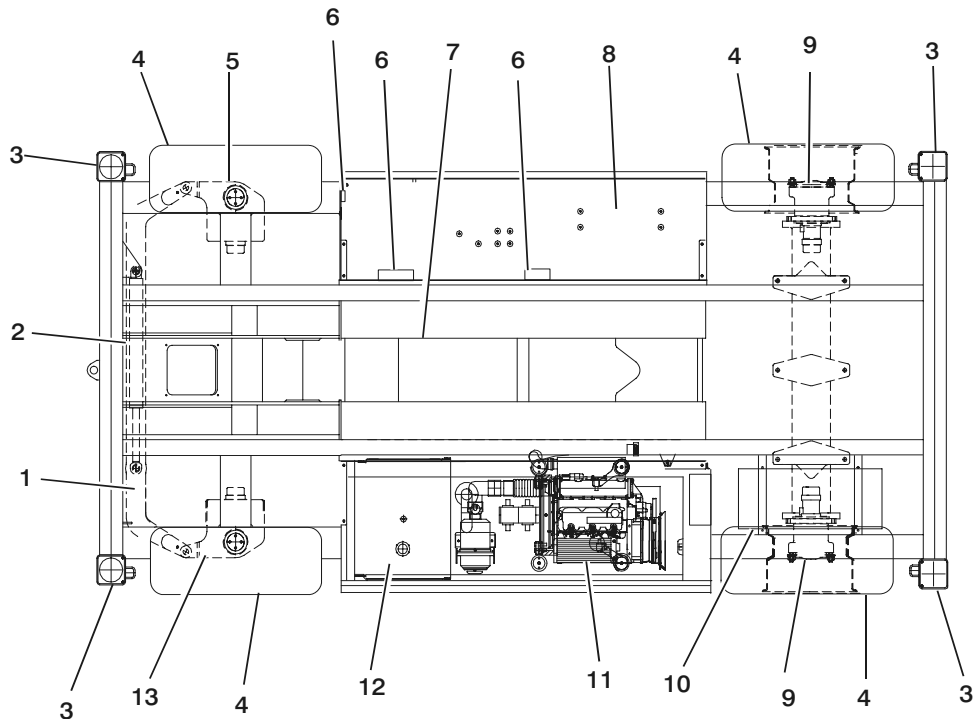

Abbildung 2-1. Abbildung für die Sichtkontrolle
5. **Sichtkontrolle** – Siehe Abbildung 2-1.